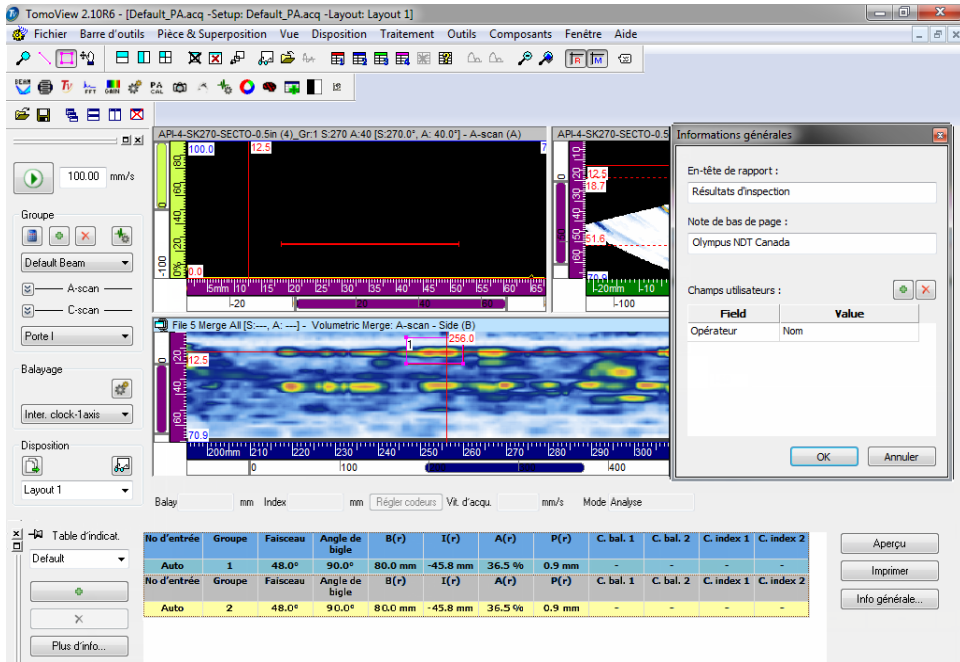

Figure 6-7 Exemple de la table d'indications, des curseurs et de l'outil Zone servant à documenter une indication
1. Sélectionnez une disposition de vues illustrant le mieux les indications dans la pièce (voir l'exemple dans la Figure 6-7 à la page 342).